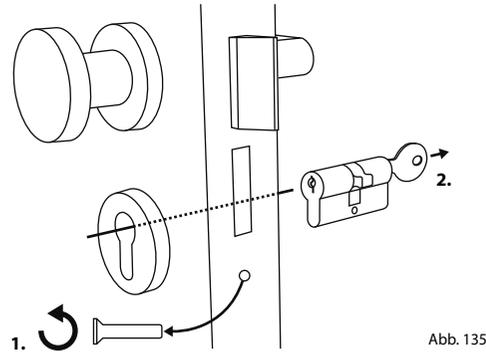

Abb. 135
- 1 Entfernen Sie den vorhandenen Türschloss-Zylinder, indem Sie die Stulpschraube in der Tür lösen und den Zylinder mit eingestecktem Schlüssel herausziehen (Abb. 135).